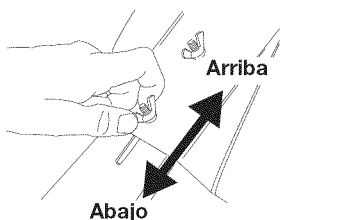

Fig. 4
- Verifique que el hombro cuadrado de los pernos haya atravesado los orificios ranurados del soporte de la rueda. Ajuste las tuercas de mariposa (Fig. 4).